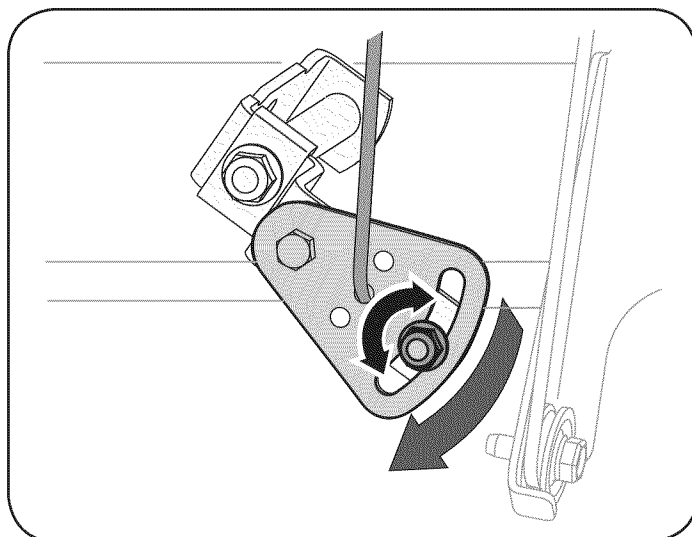

Figura 25
2. Afloje la tuerca hexagonal del soporte de posicionamiento del cable de cambios. Vea la Figura 25.